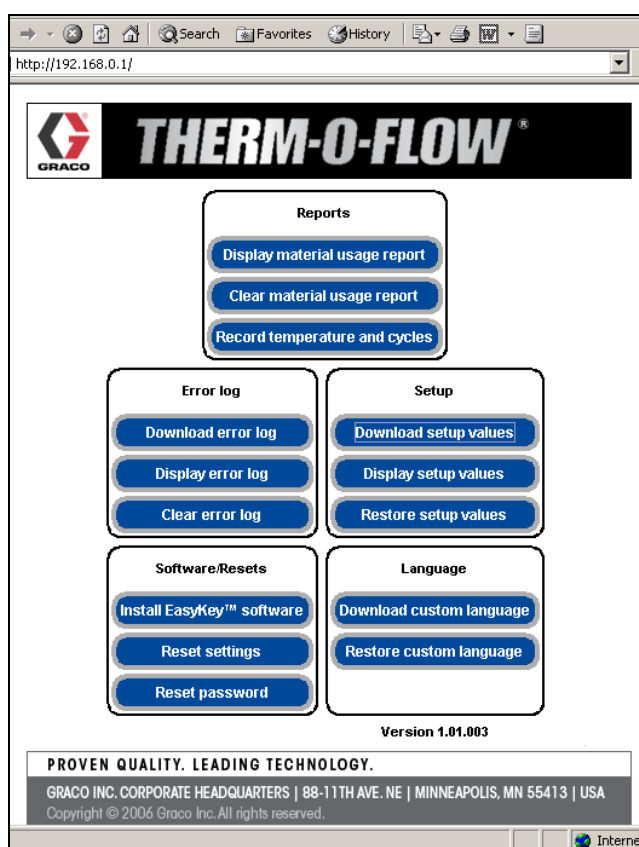

FIG. 33 Programmets huvudskärm
5. Skärmen för huvudprogrammet visas. Se FIG. 33.
Från huvudskärmen (se FIG. 33) kan operatören välja knapparna för rapporter, fellogg, installation, program/nollställning eller språk.